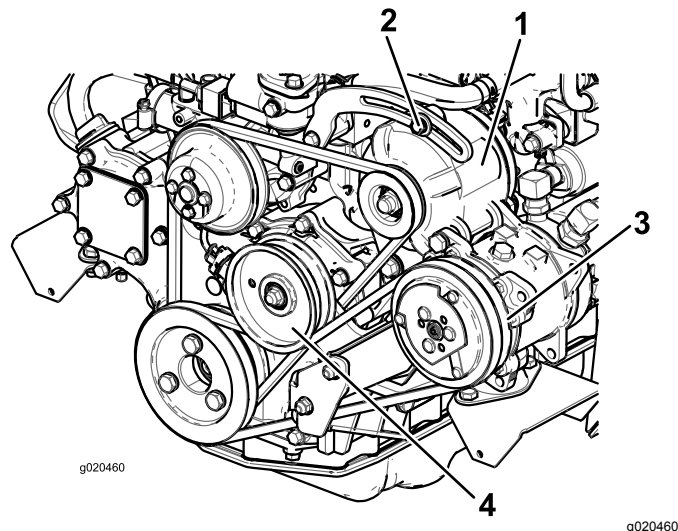

Figura 76
Se la flessione non è di 10 mm, allentate i bulloni di fissaggio dell'alternatore (Figura 76).
2. Se la flessione non è di 10 mm, allentate il bullone di fissaggio della puleggia tendicinghia (Figura 76).